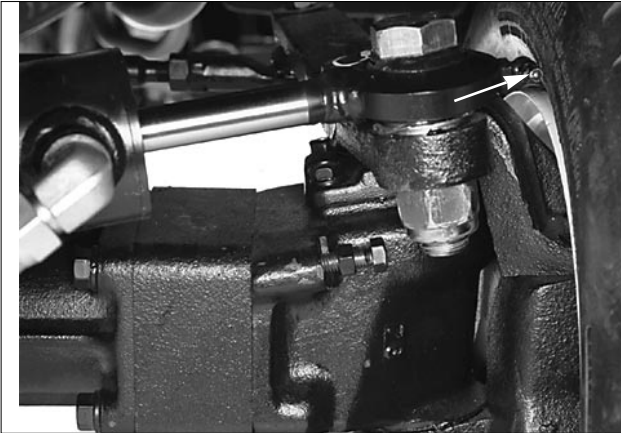

Bild 30
Nur Maschinen mit Allradantrieb—Verbindungsgestänge (2), Zentralgelenk (1), Achsgelenke (2) (Bild 29); Zylinderende (2) (Bild 30).